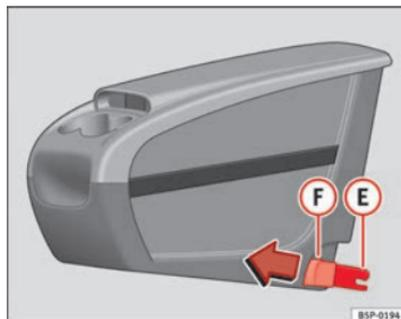
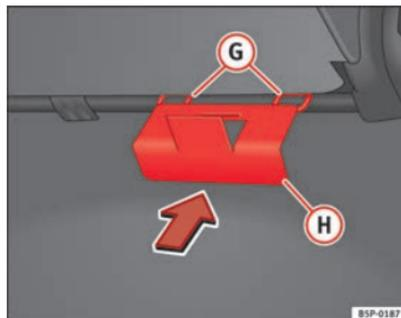

Fig. 113 Cassetto portaoggetti estraibile. Montaggio
Fig. 114 Piastra di fissaggio del cassetto portaoggetti estraibile
- Collocare dall'interno del veicolo la piastra di fissaggio **H** ⇒ fig. 114 del cassetto portaoggetti estraibile, facendolo passare attraverso la parte posteriore del sedile. Deve essere collocato fra lo schienale e il piano del sedile, nella zona del posto centrale.
- Agganciare i due pezzi di fissaggio **E** ⇒ fig. 113, con i due occhielli di fissaggio **G** ⇒ fig. 114 e premere con forza fino a quando le due pinze si incastrano completamente con gli occhielli.
- Tirare in avanti entrambi i pulsanti ⇒ fig. 113 **F** delle pinze (pulsanti rossi), fino a quando non si sente lo scatto.